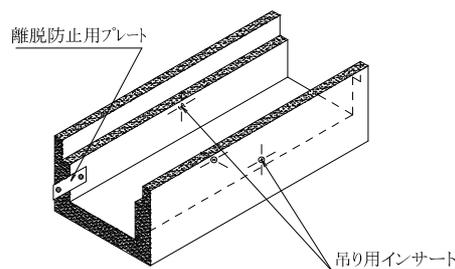

図3-6 小型トラフ
- f. 離脱防止用プレートを用いて、小型トラフと小型トラフを連結させる。(図3-6)